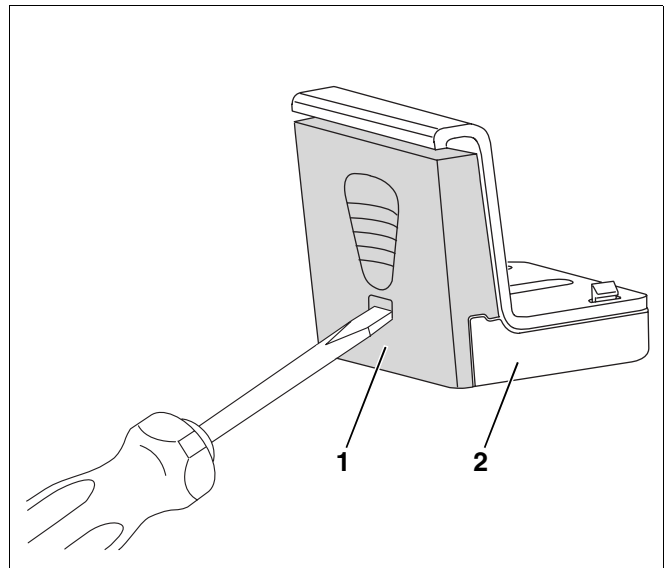

Abb. 45 Aushebeln der Distanzböcke
- Hebeln Sie die Kunststoff-Oberteile (Abb. 45, **Pos. 1**) der Distanzböcke (Abb. 45) für die Kollektorhalterungen mit einem Schraubendreher oder einem Innensechskantschlüssel aus.
Für die Montage der SKS-Kollektoren benötigen Sie nur die Kunststoff-Unterteile (Abb. 45, **Pos. 2**) der Distanzböcke. Diese unterstützen den Kollektorrahmen.